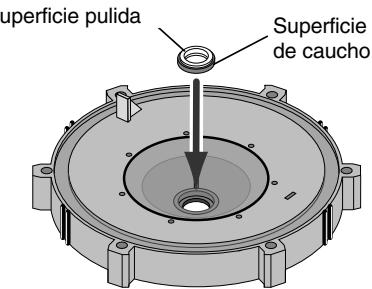

Figura 8
- El asiento de cerámica debe estar limpio y sin suciedad, grasa, polvo, etc. Humedezca el borde exterior con una pequeña cantidad de detergente líquido, oprima el asiento de cerámica en la cavidad de la plancha de estanqueidad firmemente haciendo presión con el dedo (Figura 8).